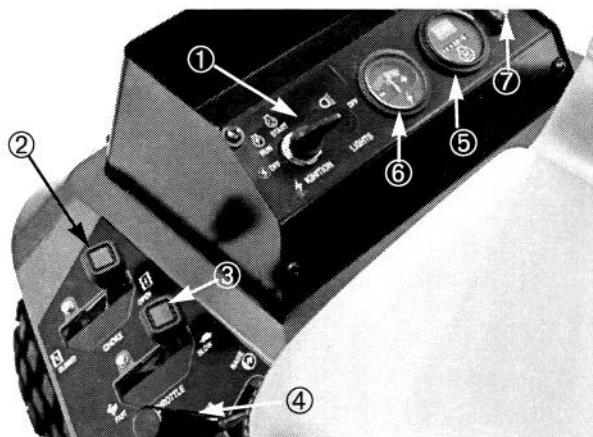

Figure 7
**Commutateur à clé (Fig. 7)**—Trois positions pour démarrer et arrêter le moteur: OFF (ARRET), RUN (MARCHE) et START (DEMARRAGE). Tourner la clé dans le sens des aiguilles d'une montre (START) pour actionner le moteur de démarrage. Lorsque le moteur démarre, relâcher la clé qui revient automatiquement sur ON. Pour couper le moteur, tourner la clé dans le sens contraire des aiguilles d'une montre, jusqu'à OFF.
**Starter (Fig. 7)**—Pour démarrer un moteur froid, fermer le starter du carburateur en déplaçant la commande en avant jusqu'à la position "CLOSED" (FERME). Lorsque le moteur a démarré, réguler le starter afin que le moteur tourne régulièrement. Ouvrir le starter dès que possible, en tirant la commande jusqu'à la position "OPEN" (OUVERT). Un moteur chaud n'a pas ou pratiquement pas besoin de starter.
**Commande des gaz** (Fig. 7)—Levier de commande relié à la timonerie d'accélérateur au carburateur. Deux positions: SLOW (LENT) et FAST (RAPIDE). Le régime du moteur peut être modifié entre ses deux positions.
**Compteur horaire** (Fig. 7)—Indique les heures cumulées d'utilisation de la machine et se déclenche quand la clé de contact est mise sur ON.
**Ampèremètre** (Fig. 7)—Indique le niveau de charge ou de décharge de la batterie.
**Levier de relevage** (Fig. 7)—Tirer/abaisser le levier pour relever/abaisser l'accessoire. Quand la position désirée est atteinte, relâcher le levier qui revient au point mort.